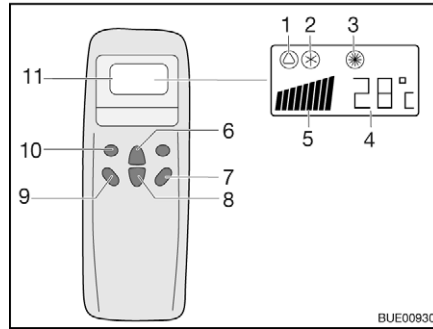
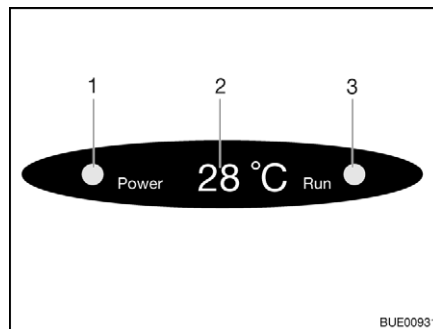

Fig. 200 Télécommande
Fig. 201 Affichage sur le diffuseur
- Appuyer sur la touche "ON/OFF" (Fig. 200,7).
- Appuyer sur la touche "Mode" (Fig. 200,10) autant de fois que nécessaire pour que le mode de fonctionnement souhaité (Fig. 200,1, 2 ou 3) s'affiche à l'écran. Le voyant de contrôle correspondant s'allume sur l'écran du diffuseur (Fig. 201,3).
- Régler la température souhaitée avec les touches d'augmentation de la température (Fig. 200,6) ou de diminution de la température (Fig. 200,8).
- Sélectionner le niveau de ventilation souhaité à l'aide de la touche de vitesse du ventilateur (Fig. 200,9).